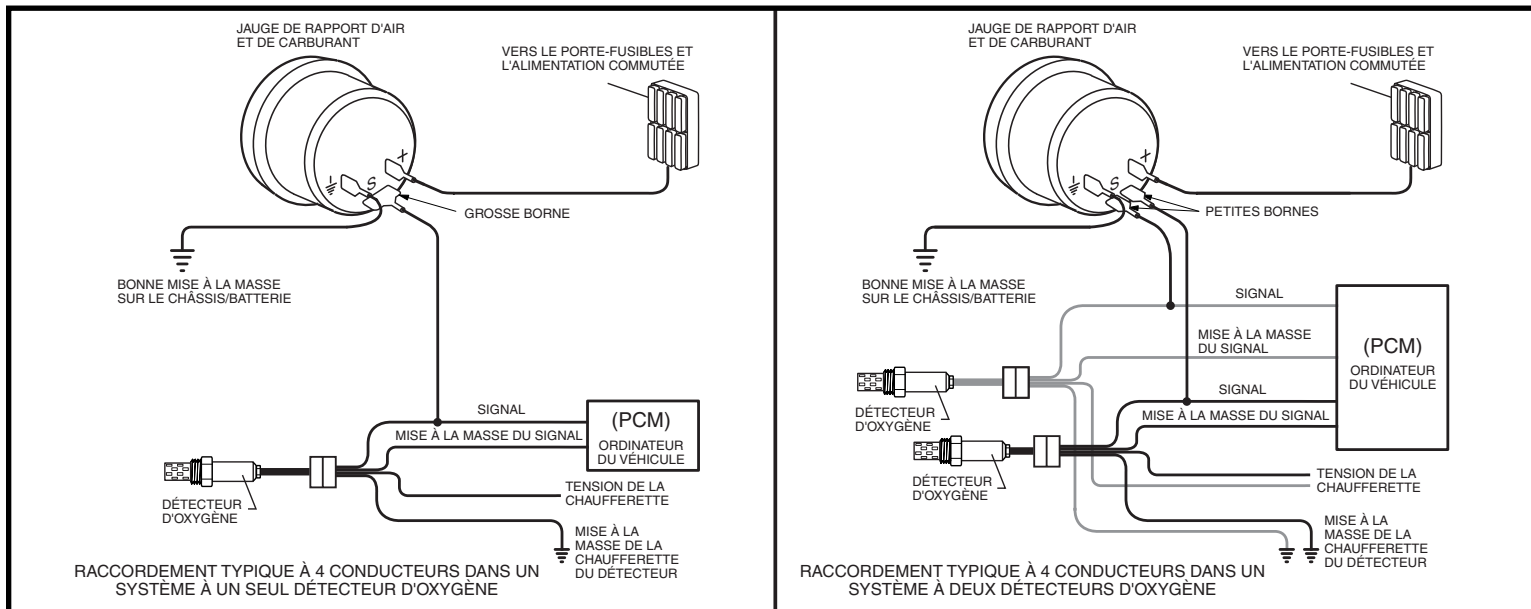

Figure 3. Raccordement de la jauge indiquant le rapport d'air et de carburant
- Si votre véhicule a deux détecteurs d'oxygène en amont du convertisseur catalytique, sertissez ou brasez deux conducteurs sur les petites bornes femelles (fournies avec la jauge) et branchez les bornes sur les deux petites tiges mâles de réception des signaux situées à l'arrière de la jauge. Épissez l'une des extrémités libres des conducteurs de la jauge sur le circuit du détecteur d'oxygène du premier groupe du moteur; épissez l'autre conducteur sur le circuit du détecteur d'oxygène du deuxième groupe du moteur. Cela permet aux DEL du côté droit de la jauge d'afficher le rapport d'air et de carburant pour le détecteur d'oxygène du premier groupe; les DEL du côté gauche de la jauge affichent le rapport d'air et de carburant pour le détecteur d'oxygène du deuxième groupe (voir la figure 3).